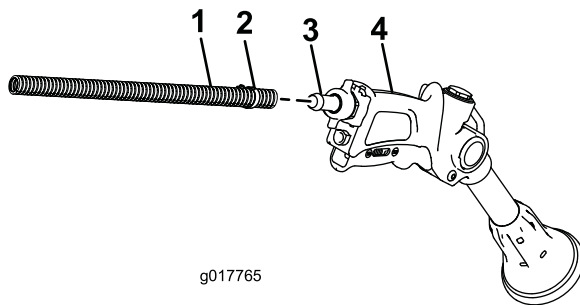

Figura 20
2. Conecte el extremo libre de la manguera larga al acoplamiento de la pistola de pulverización (Figura 20).